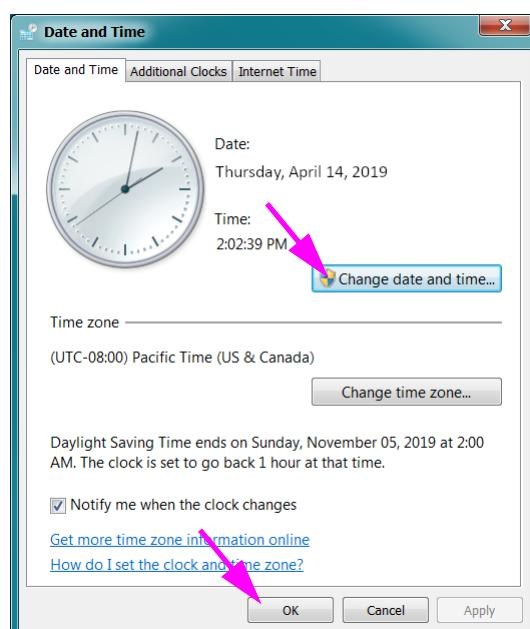

Figura 2-31. Caixa de diálogo de propriedades de Date and Time (Data e hora)
1. Clique em **Control Panel > Date and Time (Painel de controlo > Data e hora)**. Aparece a caixa de diálogo Date and Time (Data e hora). Consulte a figura 2-31.
4. Clique em **OK** para regressar à caixa de diálogo Date and Time (Data e hora). Consulte a figura 2-31.